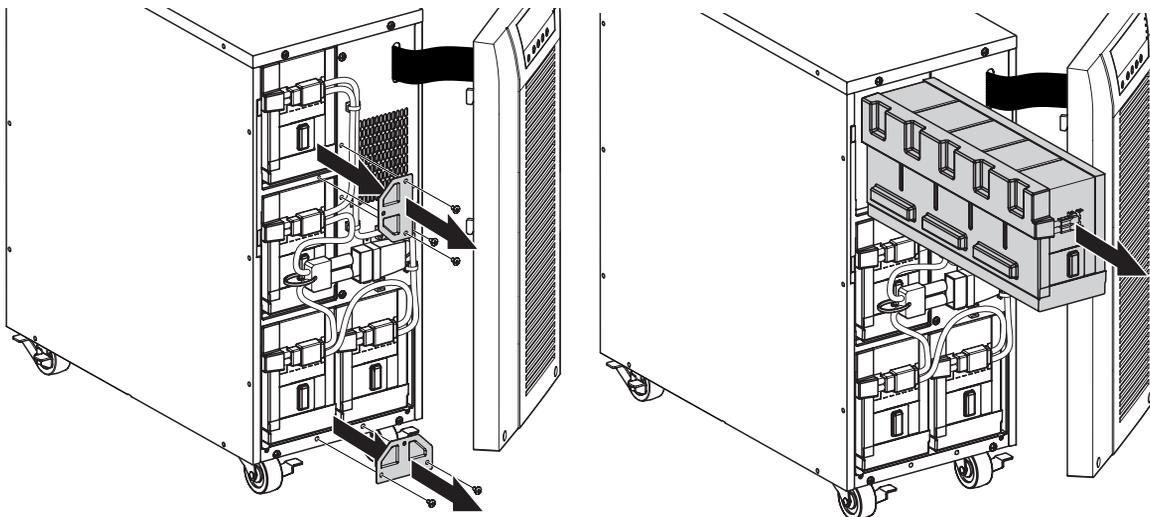

Figura 30. Liberare il cassetto batteria.
4. Rimuovere la parte di fissaggio in metallo per liberare il cassetto batteria (vedere Figura 30).